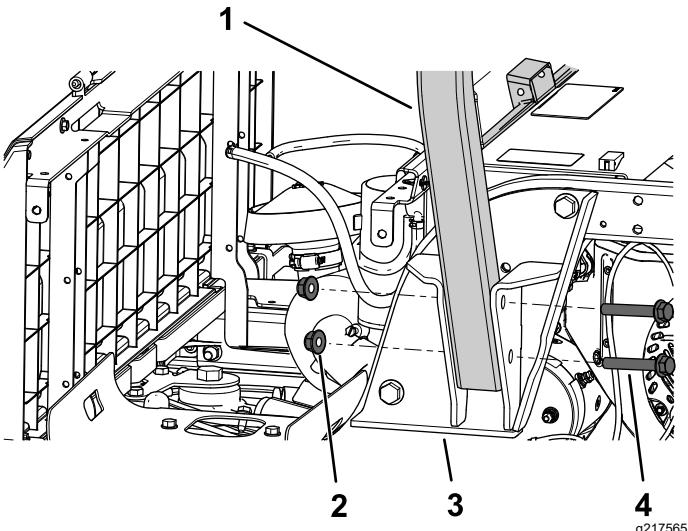

Figura 26
1. Prenda um lado da barra de segurança a um suporte do ROPS com 2 parafusos com cabeça flangeada ($\frac{1}{2} \times 3\frac{1}{2}$ pol.) e 2 porcas de bloqueio ($\frac{1}{2}$ pol.), como se mostra na Figura 26.